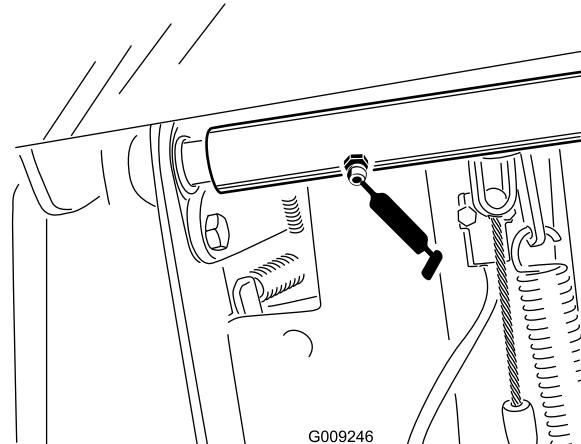

Figura 53
- Cojinetes del pivote del eje de freno (1) (Figura 53)